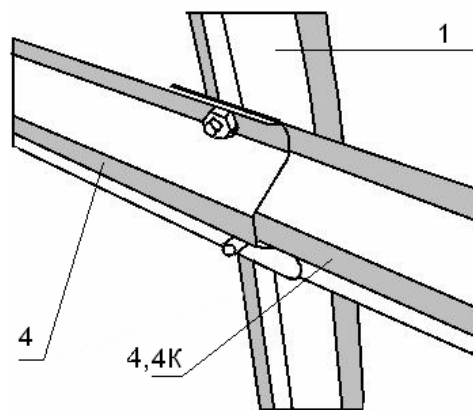

Рис.15 Соединение стрингеров с аркой
3.12.4. С целью предотвращения изгибов металлоконструкции и для простоты сборки следующую арку временно зафиксируйте к стрингерам №4 по одному винту в трех точках, в удлинениях арки и по вершине теплицы. В свободные отверстия для крепления стрингеров в арочной части установите два винта (м4х10), установите свободный конец стрингера №4 (пункта 3.12.1.) и продлите его следующим стрингером № 4 и затяните данные три детали гайками (см. Рис. 15).
детали вместе (см. Рис. 15).